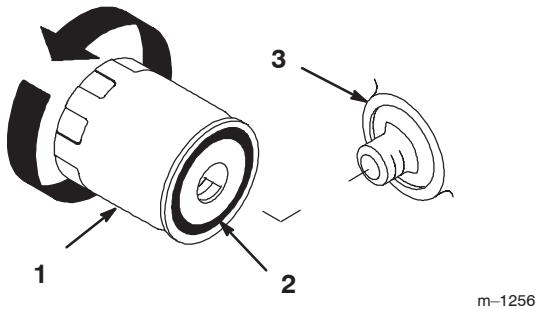

Bild 47
2. Entfernen Sie den alten Filter und wischen Sie die Dichtfläche am Anbaustutzen (Bild 47) ab.
4. Ölen Sie die Gummidichtung am Austauschfilter (Bild 47) leicht mit Frischöl ein.
5. Setzen Sie den Ersatzölfilter auf den Anbaustutzen auf. Drehen Sie den Ölfilter nach rechts, bis die Gummidichtung den Filterstutzen berührt. Ziehen Sie den Filter dann um eine weitere 1/2 Umdrehung fester (Bild 47).